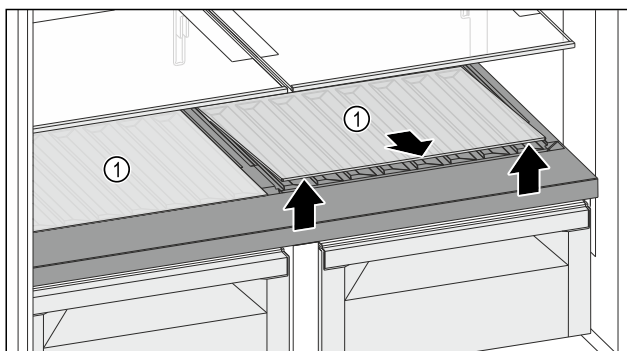

Fig. 131
- ▶ Jedną lub obydwie płyty szklane Fig. 131 (1) podnieść z przodu przy zagłębieniu i wyciągnąć.
- ▶ Przechować płytę(y) szklaną(e) Fig. 131 (1) w bezpiecznym miejscu poza urządzeniem.